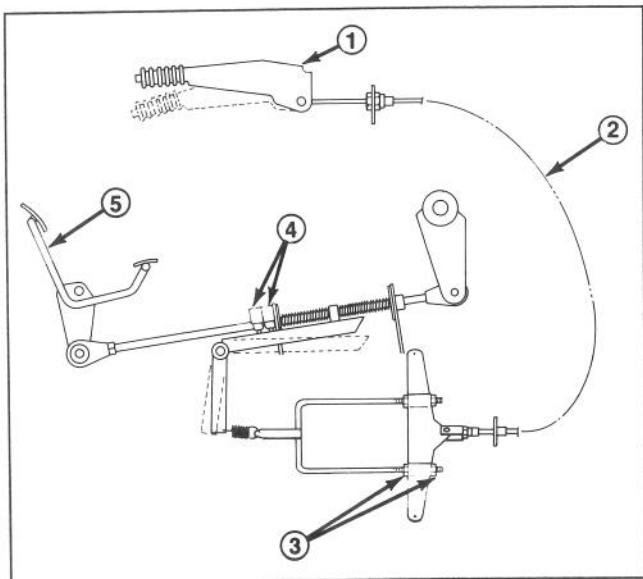

Fig. 42
Col tempo il cavo del freno a mano si allunga, ed in tal caso il motore non si avvia. Rettificare regolando il cavo (Fig. 42).
4. Regolare i quattro dadi della staffa ad U (Fig. 42) uniformemente per tendere la molla. Questa messa a punto influenza sul funzionamento dei microinterruttori della trazione.
5. Regolare i quattro dadi della staffa ad U (Fig. 42) in maniera che il motore si avvii e giri quando il freno a mano si trova al quarto scatto, ma non si avvii o giri quando il freno a mano è al secondo scatto.